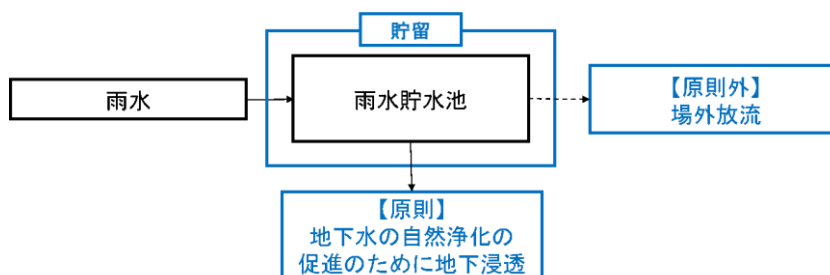

図1 雨水貯水池における雨水の管理のイメージ
本マニュアルでの主要な対象施設は、土堰堤を含む処分地全体となるが、このうち雨水貯水池（最大容量約 62,000m3：管理道 TP+4.3m まで貯留した場合）と浸透池（⑩、⑳、D西の3か所、各々最大容量 2,000m3）、土堰堤、地下水モニタリングの観測井（⑪、⑳、㉑、D西-1、B5）、導水管、管理道及びリバウンド対策用の施設（揚水井、電線等）は自然浄化対策の関連施設であり、その運用もその対象となる。このため雨水は地下水の自然浄化対策として活用し、図1及び2に示すように原則、地下浸透させる。後述するように、台風等の大雨時には表面水を放流する場合もある。